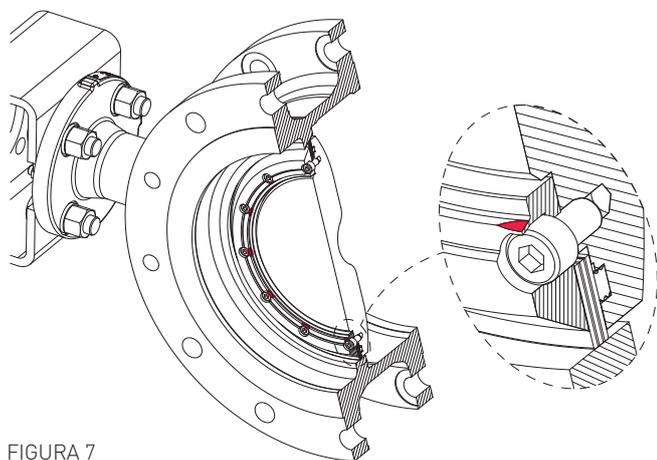

FIGURA 7
18. Si los tornillos de la brida de retención de la junta están asegurados con chaflanes (en la brida de retención, junto a cada orificio de tornillos), utilice una herramienta de arenado para volver a plegar los chaflanes sobre cada tornillo. Compruebe el ajuste adecuado y seguro de cada tornillo (consulte la figura 7).